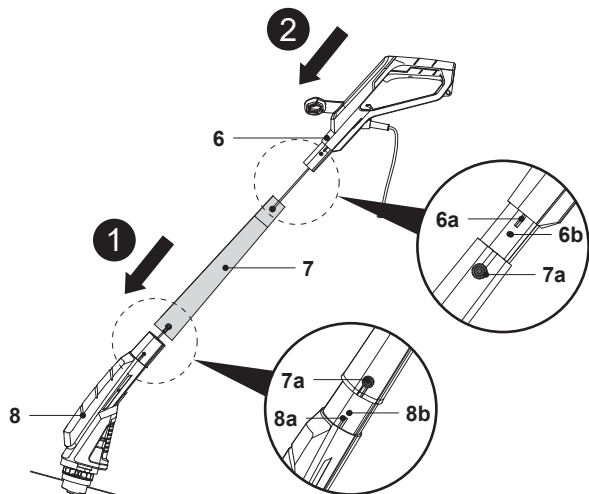

Fig. 1
1. Alinhe e faça deslizar a ranhura de encaixe da haste intermédia (7) para o espigão (8A) da haste inferior (8). Introduza totalmente a haste intermédia (7) e certifique-se de que os orifícios dos parafusos (7a, 8b) estão bem alinhados (Fig. 1, passo 1).
2. Alinhe e faça deslizar o espigão (6a) da haste superior (6) para a ranhura de encaixe da haste intermédia (7). Introduza totalmente a haste superior (6) e certifique-se de que os orifícios dos parafusos (6b, 7a) estão bem alinhados (Fig. 1, passo 2).